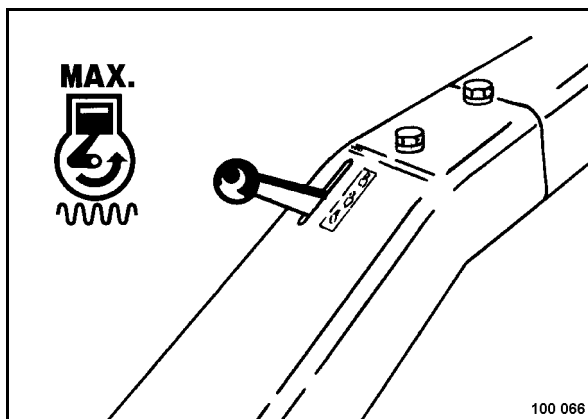

Fig. 37
- Colocar la palanca reguladora de revoluciones (Fig. 37) en posición "MAX".